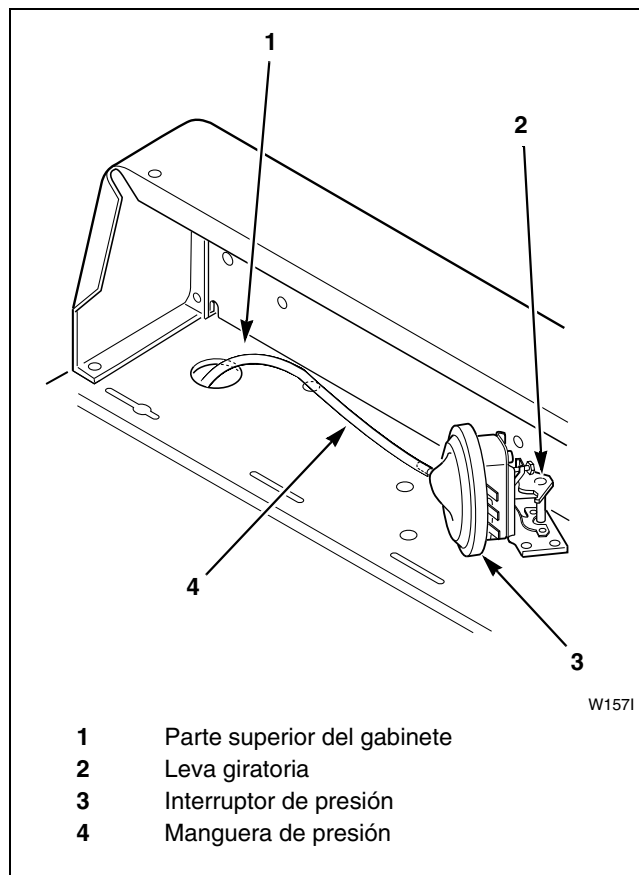

Figura 49
3. Gire la leva del interruptor de presión **en el sentido de las agujas del reloj para bajar el nivel del agua o bien, en el sentido contrario, para subirlo.** Consulte la *Figura 49*.